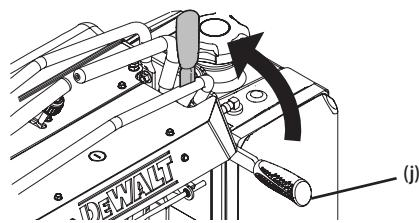

Figura 4
9. Para aplicar el freno de mano, tire hacia atrás completamente de la palanca del freno de mano (j) Consulte la Figura 4.